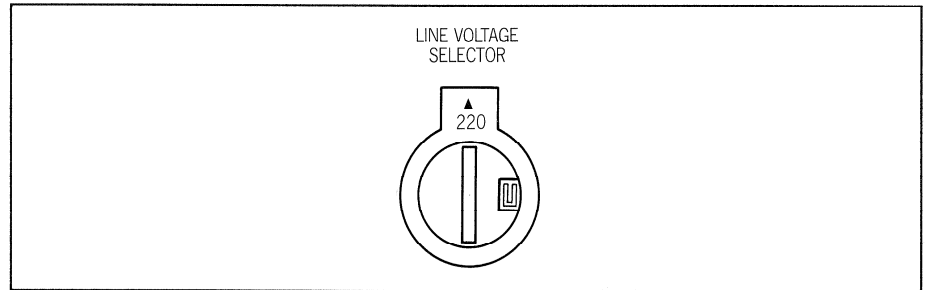

Fig. 2.3.3
**Achtung:** Vor dem ersten Anschließen ans Netz ist zu kontrollieren, ob die Einstellung des Netzspannungswählers [Fig. 2.3.3] mit der örtlichen Netzspannung übereinstimmt.